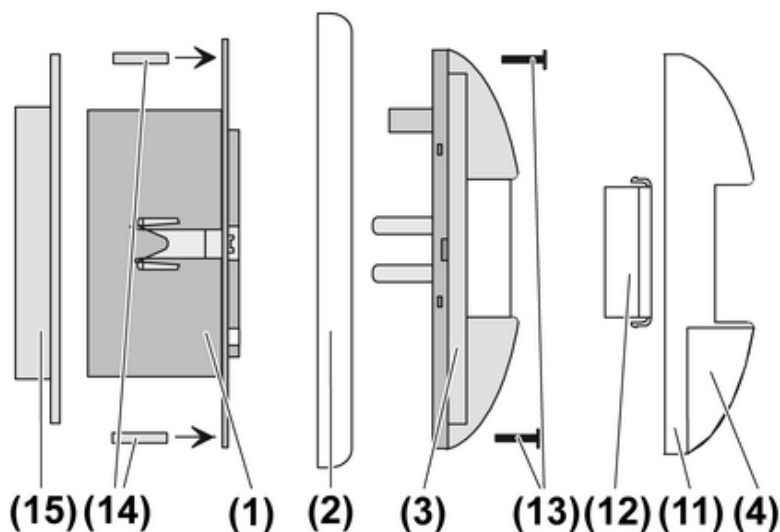
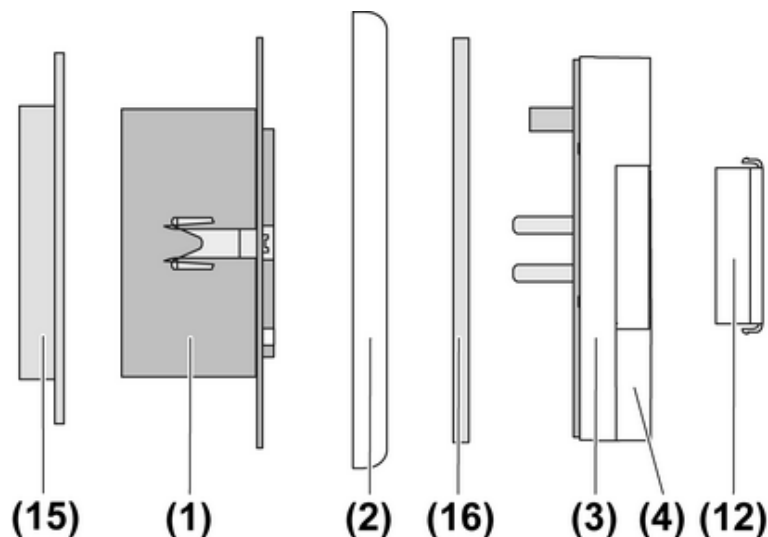

Figura 10: Montaggio programmi CD e LS
Figura 11: Montaggio programmi AS, A e SL500
Il montaggio del rivelatore di movimento avviene in base al programma interruttore, vedere (figura 10) e (figura 11).
(11) Unità di comando design
- (12) Elemento diaframma
- (13) Avvitamento antifurto
- (14) Viti senza testa rosse antifurto
- (15) Flangia di tenuta per montaggio IP44 (accessori)
- Inserire le viti senza testa rosse antifurto fornite in dotazione (14) nei fori predisposti dell'inserto (1) (figura 10).
- Nel montaggio IP44, inserire la flangia di tenuta (15) nella scatola apparecchi secondo la norma DIN 49073 e montare l'inserto sotto intonaco.
- Posizionare la cornice (2) e applicare l'unità di comando rivelatore di movimento (3).
- Avvitare l'unità di comando rivelatore di movimento e l'inserto (1) con le viti fornite in dotazione (13). Non serrare troppo le viti, altrimenti si rischia di danneggiare le viti senza testa (14).
- All'occorrenza, inserire l'elemento diaframma (12) nell'unità di comando design (11) (vedere limitazione del campo di rilevamento).
- Nell'unità di comando design (11) premere l'unità di comando rivelatore di movimento (3).
- Inserire l'interruttore a scorrimento (4).
- Nel montaggio IP44, inserire la flangia di tenuta (15) (accessori) in una scatola apparecchi secondo la norma DIN 49073 e montare l'inserto sotto intonaco (1) (figura 11).
- Posizionare la cornice (2) e applicare l'unità di comando rivelatore di movimento (3). Nel montaggio IP44, posizionare l'unità di comando rivelatore di movimento insieme alla tenuta (16).
- All'occorrenza, inserire l'elemento diaframma (12) nell'unità di comando regolatore di movimento (3) (vedere limitazione del campo di rilevamento).